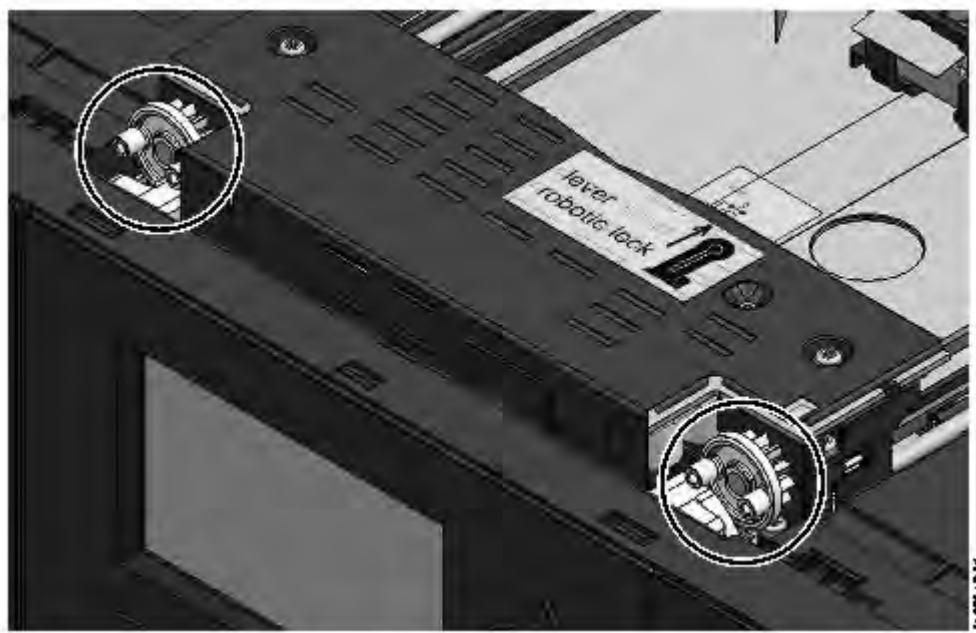

Figura 85. I perni sono allineati orizzontalmente
1. Ogni angolo dell'accessore ha un ingranaggio con due perni sporgenti. Ruotare uno degli ingranaggi sull'accessore in modo che i due perni siano allineati orizzontalmente. Vedere Figura 85 a pagina 180